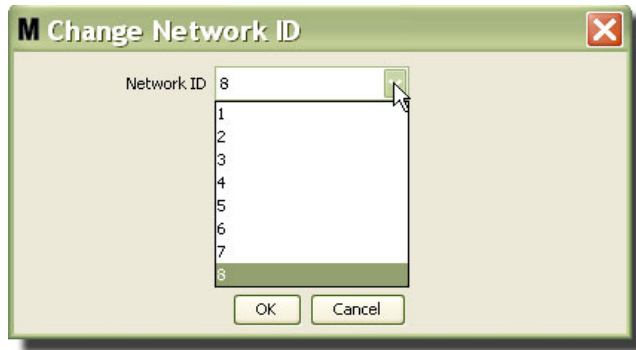

图 85
3. 从可用的网络 ID 编号下拉菜单上，选择派给所需位置的网络 ID 编号（图 85）。单击“确定”关闭屏幕和保存更改。